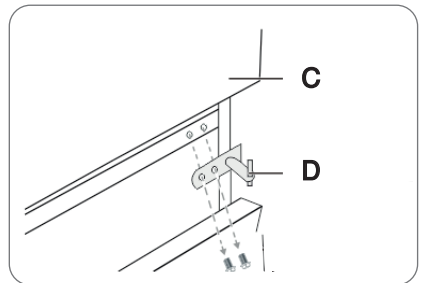

Abb. 5.3
Bringen Sie das mittlere Scharnier (D) auf der linken Seite an, setzen Sie die beiden zuvor entfernten Schrauben ein und schrauben Sie sie ein (Abb.5.3).